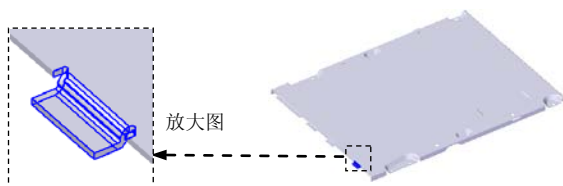

图 8.7.46 轮廓弯边特征 4
③ 单击“主页”操控板中的“关闭草图”按钮, 退出草图绘制环境。
(3) 轮廓弯边的延伸量及方向。在“轮廓弯边”命令条中单击“延伸步骤”按钮; 单击“有限范围”按钮, 在“距离(D)”文本框中输入值 10, 延伸方向为 Y 轴负方向, 单击鼠标左键。
(4) 定义轮廓弯边属性及参数。单击“轮廓弯边选项”按钮, 取消选中 ☐ 使用默认值(U)* 复选框, 在其“折弯半径(R)”文本框中输入值 0.2, 选中 ☒ 折弯止裂口(E) 复选框和 ☒ 圆形(C) 单选按钮; 取消选中 ☐ 使用默认值(U)* 复选框, 在“宽度(W)”文本框中输入值 0.5; 单击 按钮。
(5) 单击 按钮, 完成特征的创建。
Step20. 创建图 8.7.46 所示的轮廓弯边特征 4。